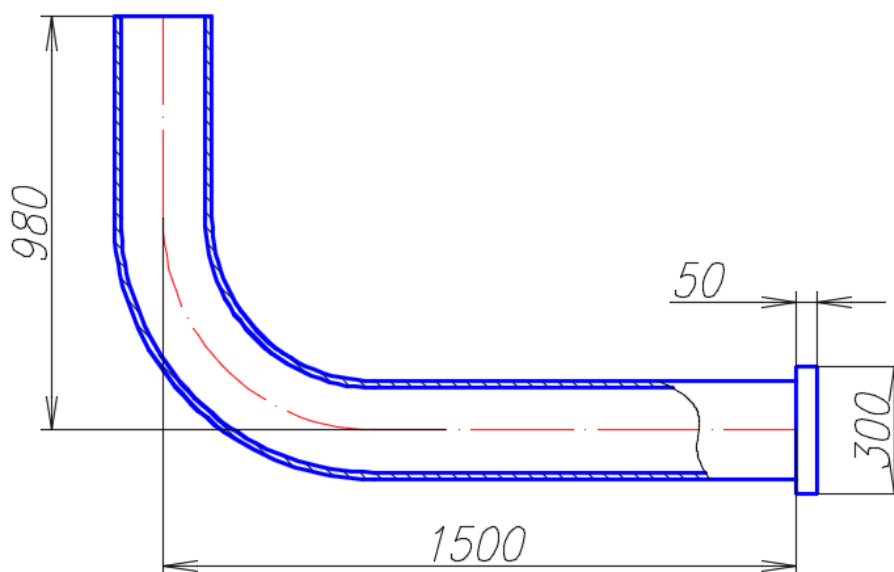

Рис. 121. Чертеж патрубка для выхода загрязненного абсорбента
8.4. Достроить патрубок по заданным размерам (см. рис. 121). Выполнить штриховку (ANSI31, угол – 90^0 , масштаб – 8). Переместить созданный объект на место в абсорбер.